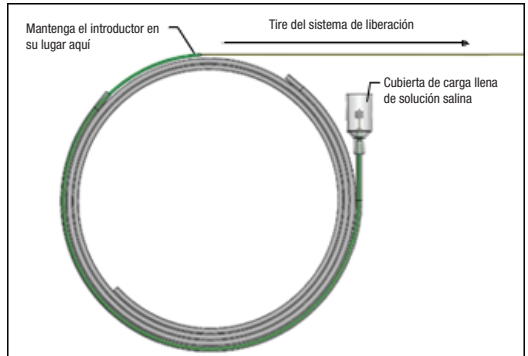

Figura 5. Tira del sistema de liberación en dirección proximal para retraer el implante
16. Sujete con una mano el introductor verde, agarre el sistema de liberación y tire proximalmente con cuidado para empezar a retraer el implante. Consulte la figura 5.